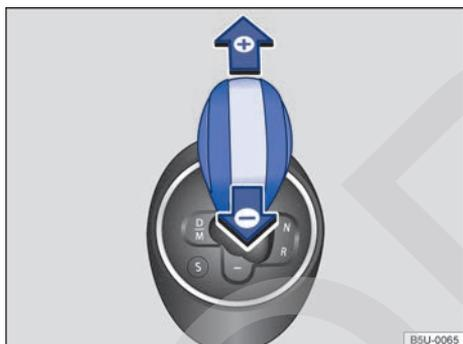

Fig. 100 Palanca selectora en la posición para conducción de marcha en modo manual.
- Mueva la palanca selectora hacia adelante (+) o hacia atrás (-) para engranar las marchas largas o cortas → fig. 100.